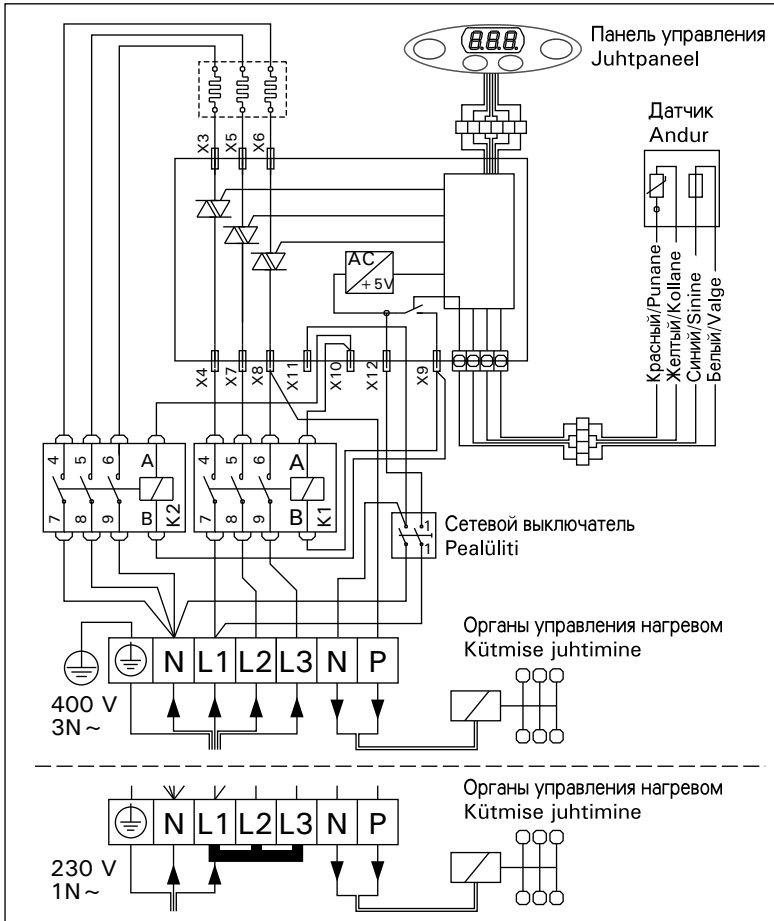

Рисунок 8. Подключение каменок PI
- Кроме разъемов питания каменки PI оснащены также разъемом (P), который делает возможным управление электрическим нагревом (см. рис. 8). Кабель управления электро-отоплением подводит прямо к розетке каменки и дальше с помощью